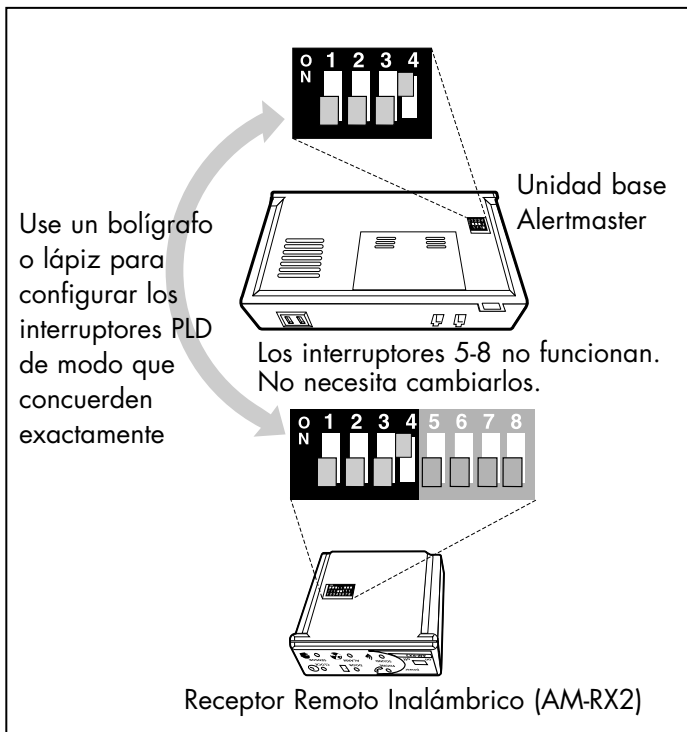

Fig. 3
- 4.Utilice una lapicera a bolilla para cambiar la posición del Interruptor PLD en ambas unidades. Por ejemplo, cambie la posición del interruptor #4 en ambas unidades. Todos los ajustes necesitan ser idénticos para que el sistema funcione. Ver Fig. 3.